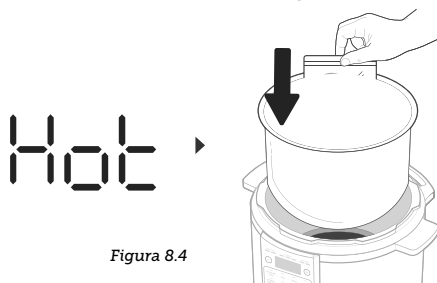

Figura 8.4
9. Quando il display visualizza "CALDO", rimuovere il coperchio e immergere con cautela il cibo nella pentola interna. **[Figura 8.4]**